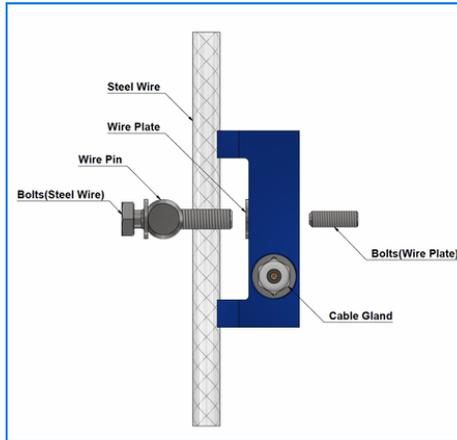

Abbildung 1
1. Das Tensiometer sollte mit der Kabelverschraubung nach unten am Stahldraht montiert werden, wie in Abbildung 1 dargestellt.
1. Schließen Sie das Tensiometer gemäß Abbildung 1 an eine geeignete Steuereinheit an.